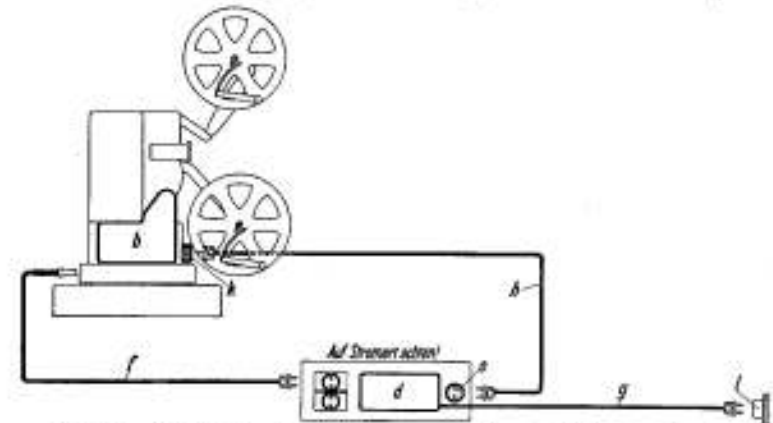

Bild 14. Elektrische Verbindungen für den Betrieb mit dem Siemens-Reklame-Projektor ohne Tubus.
Abgesehen davon, daß die zum Aufstellen des Tubus erforderlichen Vorarbeiten hierbei wegfallen, ändert sich die Herstellung der elektrischen Verbindungen wie folgt (Bild 14):
3. Die Anschlußschnur für die Filmrißsicherung (h) wird nach dem Filmeinlegen einerseits in die Steckdose (o in Bild 1 und 14) am Relais und andererseits in die Steckdose (h in Bild 3 und k in Bild 14) am Projektor eingeführt. Die Steckerstifte der Anschlußschnur sowie die zugehörigen Anschlußbuchsen sind verschieden stark, so daß die Stecker nur in einer Lage eingesteckt werden können.